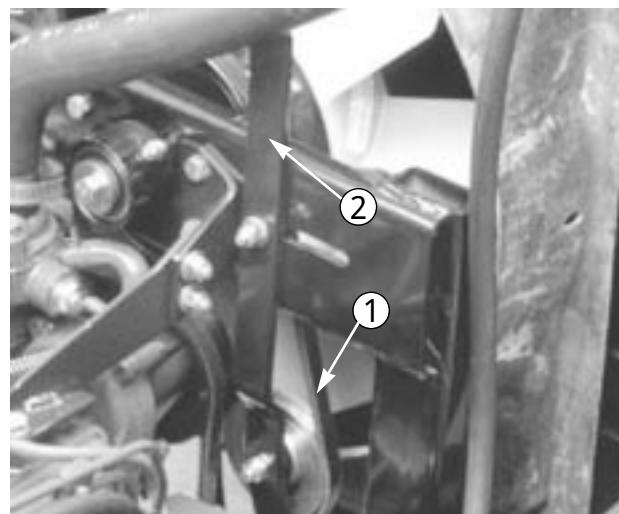

図56
1. ベルトテンショナ・レバー（図56）のロックナットをゆるめる。